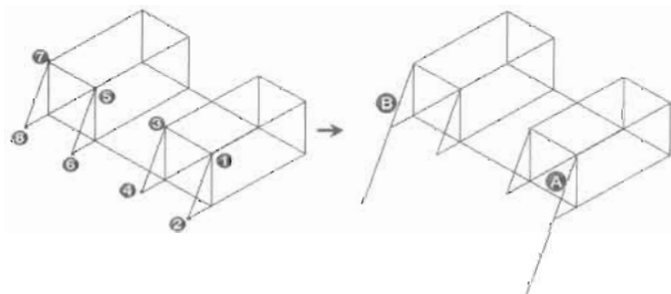

图 11-32
(7) 使用“直线”命令绘制 4 条如图 11-32 所示连接点 1 和 2、3 和 4、5 和 6、7 和 8 的直线，然后执行“修改>拉长”菜单命令，把如图 11-32 所示的 A、B 直线拉长 15mm，命令执行过程如下。
选择要修改的对象或 [放弃(U)]: //鼠标左键单击图 11-32 中 A 直线的下端
选择要修改的对象或 [放弃(U)]: //鼠标左键单击图 11-32 中 B 直线的下端